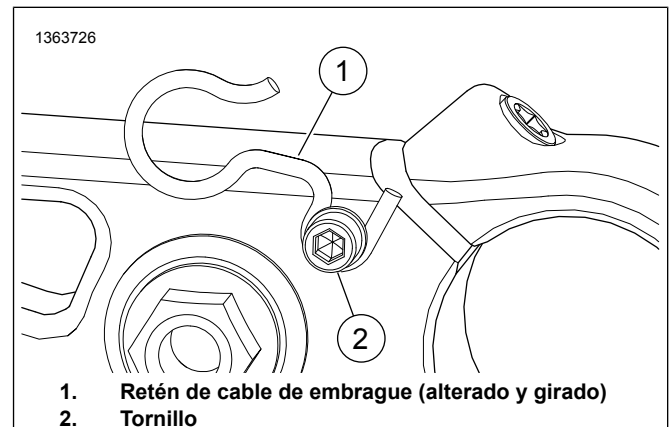

Figura 4. Retén de cable de embrague alterado
1. Figura 4 Afloje el tornillo (2).
2. Retire el retén del cable de embrague de equipo original (1).